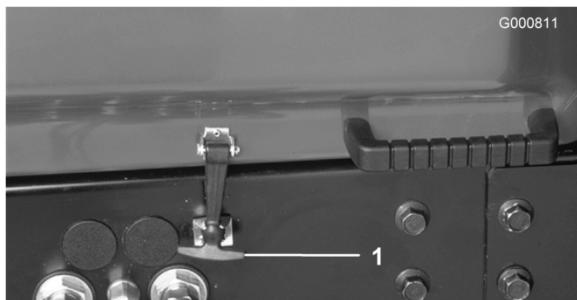

Figura 16
1. Aparque la máquina en una superficie nivelada. Desenganche el cierre del capó y levante el capó (Figura 16).